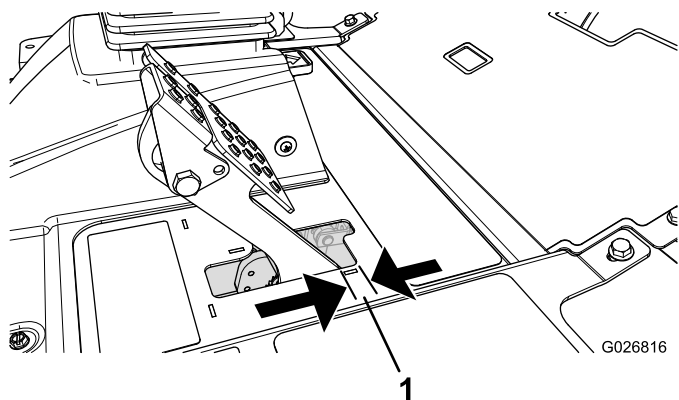

Figura 138
4. Premete leggermente il pedale del freno e misurate la distanza che il pedale percorre senza che si avverta resistenza (Figura 138).
**Nota:** Regolate i freni se il pedale ha un "gioco" superiore a 2,5 cm (Figura 138), o se è necessaria maggiore forza di stazionamento.
6. Serrate i dadi posteriori per spostare indietro il cavo, finché il pedale del freno non ha un gioco compreso tra 6 e 13 mm (Figura 138), prima che il freno di stazionamento innesti le ruote.